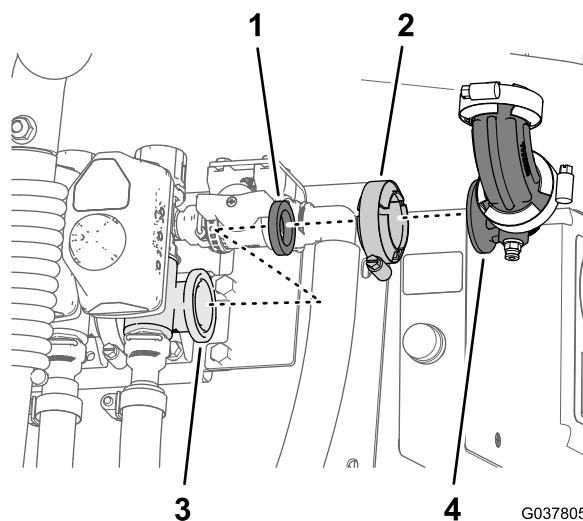

Figura 89
1. Retire a braçadeira da flange, o conjunto do cotovelo de 90° e a junta na flange da válvula da secção da rampa direita (Figura 89).